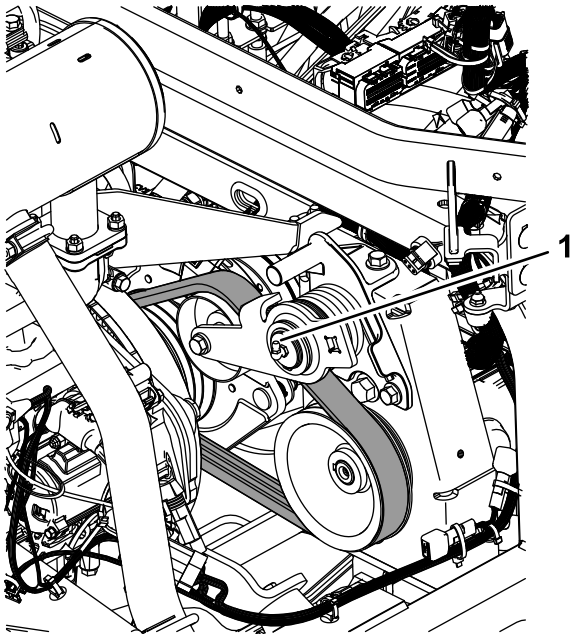

Figura 48
- Brazo de la polea tensora (Figura 48)